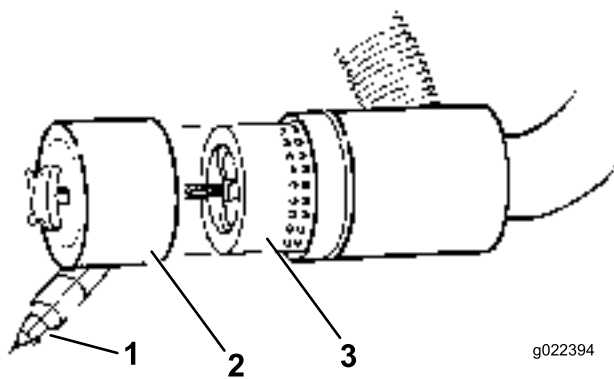

Bild 58
- Nehmen Sie den Filter heraus und wechseln Sie ihn aus (Bild 58).